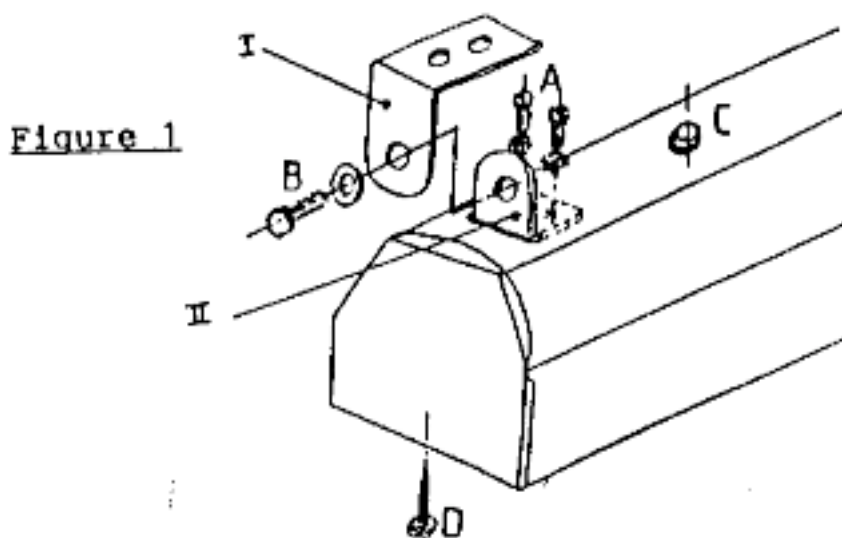

Figure 3
- Débrancher les câbles de connexions de l'émetteur à remplacer. Il se démonte en déposant un clips, conformément à la Fig.3.